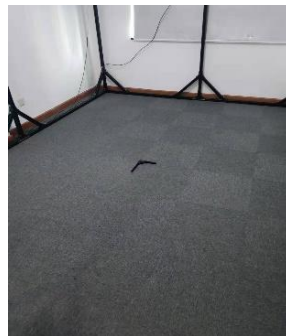

图 1.1.11 直角标定器
(12) 设置原点和坐标系。前面的标定只是确定了每个相机之间的相对位姿。但如果想形成一个精确的位置空间，还需要设置坐标原点和坐标系。可以在控制界面上指定 Yup 或 Zup 坐标系朝向；如下图所示，将直角标定器放在场地中央，方向可以自己设定，其中短边为 X 轴，长边为 Z 轴。拐点出为原点。本系统要求短边指向东，选择 Zup 坐标系如图 1.1.11 所示。